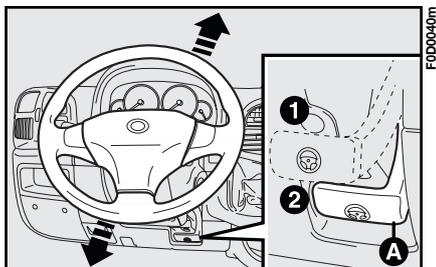

fig. 71b
- 1) Spostare la leva **A**-fig. 71b in posizione **1**.